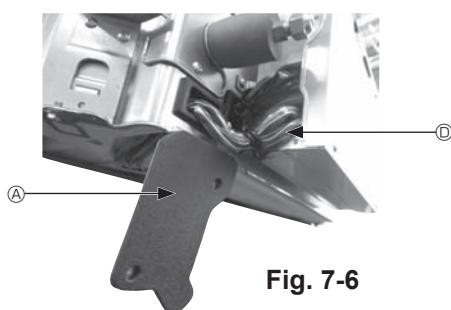

Fig. 7-6
- ① Ana ünitenin kablo kapağını tespit eden iki vidayı çıkarın ve daha sonra kapağı açın.
- ② i-See sensör ve sinyal alıcısının kablolarnı, elektrikli aksamı kutusundaki kablo girişlerinden ve ana ünitenin yanındaki burçlar etrafından şemada gösterildiği gibi yönlendirin. (Fig. 7-6)